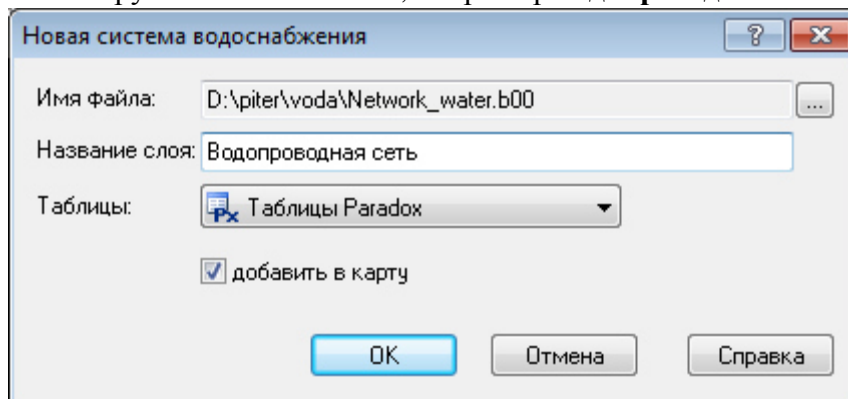

Рисунок 28. Окно создания слоя водопроводной сети
- После того как все окна диалога (см. Рисунок 28, «Окно создания слоя водопроводной сети») заполнены, нажать кнопку **ОК**.